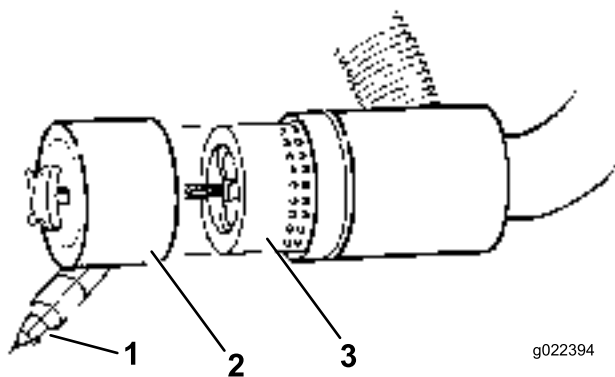

Figura 46
4. Togliete il filtro e sostituitelo (Figura 46).